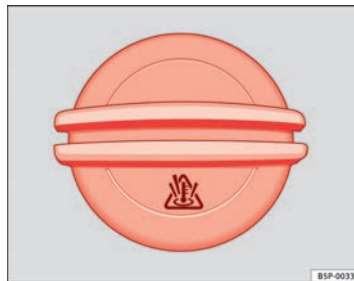

Fig. 116 No compartimento do motor: Tampão do reservatório de expansão do líquido de refrigeração.
- O depósito de expansão do líquido de refrigeração é identificado pelo símbolo da tampa ⇒ Fig. 116.